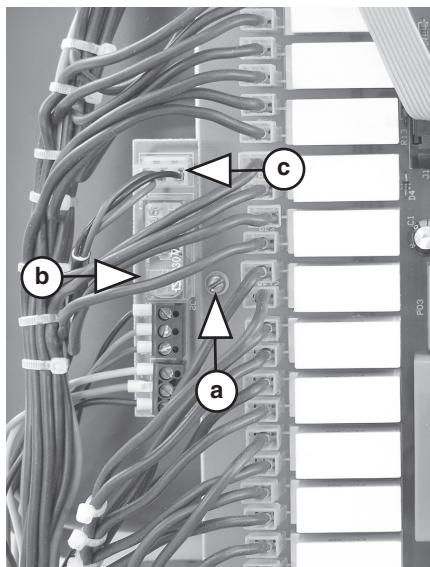

рис. 2
10. Отпустите и вывинтите предохранительный винт панели управления котла (рис. 2, поз. а).
11. Приложите и с помощью упомянутого предохранительного винта прикрепите плату управления 3-ходового механического клапана (рис. 2, поз. б) к главной плате управления котла.
16. Другую сторону кабеля с меньшим разъёмом проведите через один из свободных проходов снизу котла (нужно подобрать проходной изолятор) и подключите его к установленной панели управления 3-ходового механического клапана (рис. 2, поз. с.).